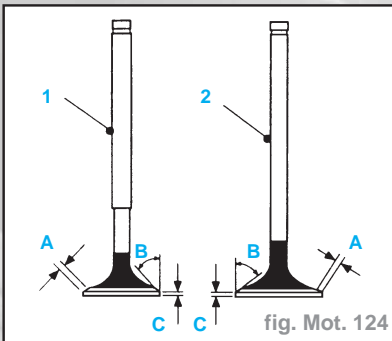

fig. Mot. 124
- Rectifier la soupape d'admission (2) et la soupape d'échappement (1) jusqu'à l'angle fixé à l'aide d'un appareil approprié - voir tableau (fig. Mot. 124).